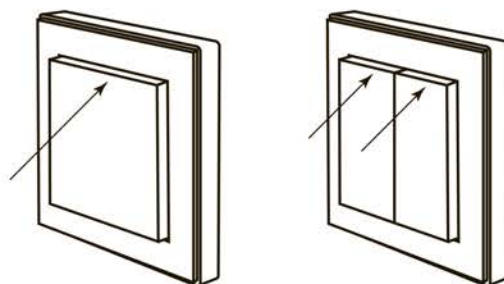

Рисунок 3. Подключение радиовыключателей РВ1, РВ2 к приемникам Р1, Р2К, Р3К
(верхняя часть клавиши радиовыключателя) (рисунок 3).
- Для подключения РВ2 необходимо нажать на кнопку «включение» того канала, к которому необходимо подключить приемник (рисунок 3).